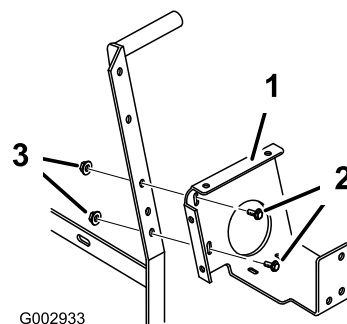
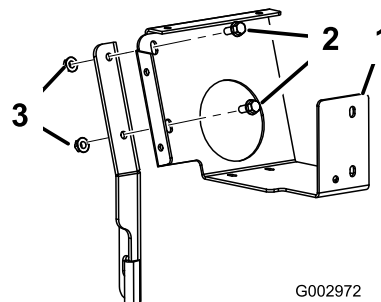

Figura 26
Figura 27
1. Montate la staffa di montaggio della scatola di comando sul supporto della barra o sulla staffa di supporto della scatola di comando (Figura 26 o Figura 27) utilizzando 2 bulloni a testa flangiata (5/16 x 3/4 pollice) e 2 dadi flangiati (5/16 pollice).